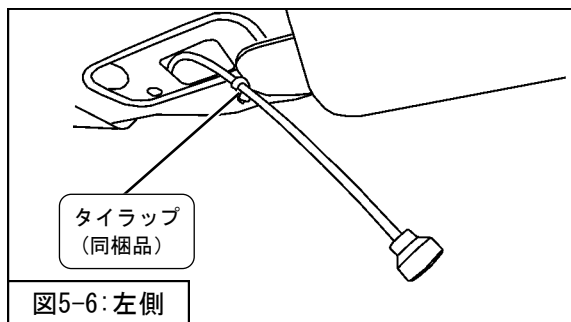
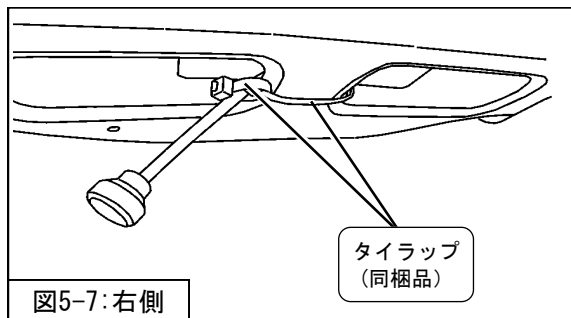

図5-6: 左側
図5-7: 右側
4. タイラップ (同梱品) を使用して、ケーブルを車両に固定してください。(図5-6・図5-7)